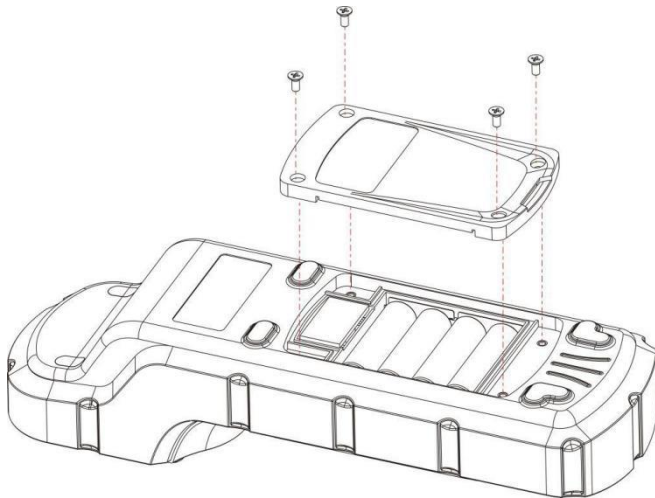

图 3 更换电池
AP50MM 电池仓（图 3 所示）在仪器背面。在屏幕区域下方放置软性衬垫，当仪器翻转时尽量使仪器背面处于水平状态。安装电池步骤如下：
- 2) 放入 4 节电池（图 3 所示），确保电池正极与电池座正极标志对应，防止电池方向错误。